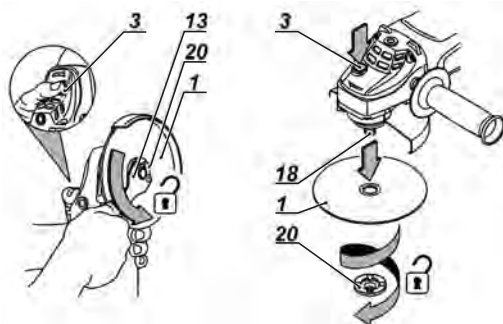

Fig. 7 – Substituição do disco
- 2 - Pressione o botão trava do eixo (3);
- 3 - Solte a porca (20) com a chave (13);
- 4 - Retire o disco (1), Fig. 7;